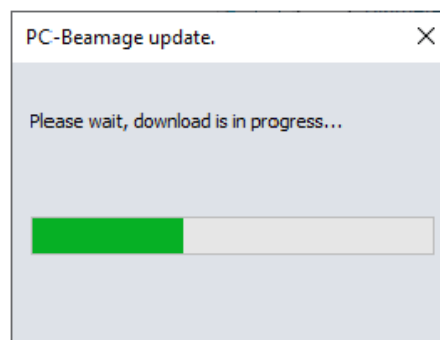

図 F-2 PC-Beamage の更新
- 2) 「はい」ボタンをクリックして、Beamage Installer のダウンロードを開始します。Beamage Installer には、新しいバージョンの PC-Beamage が含まれています(図 F-2 をご参照ください)。